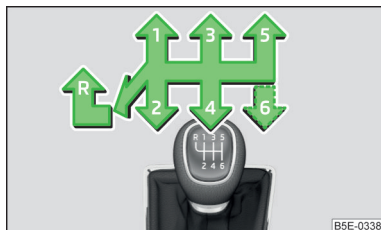

Fig. 133
Pe schimbătorul de viteze sunt reprezentate pozițiile individuale ale treptelor de viteză » fig. 133.
- Aduceți schimbătorul de viteze la maxim, înspre stânga și apoi înspre înainte, în poziția **R** » fig. 133.